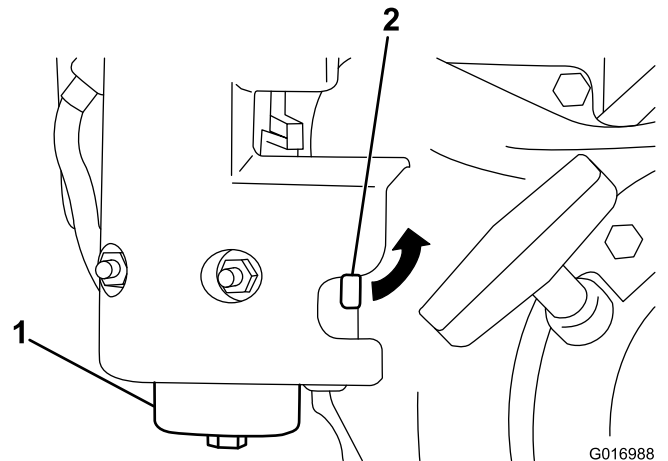

Figura 29
1. Cierre la válvula de cierre del combustible y desenrosque el portafiltros del cuerpo del filtro (Figura 29).